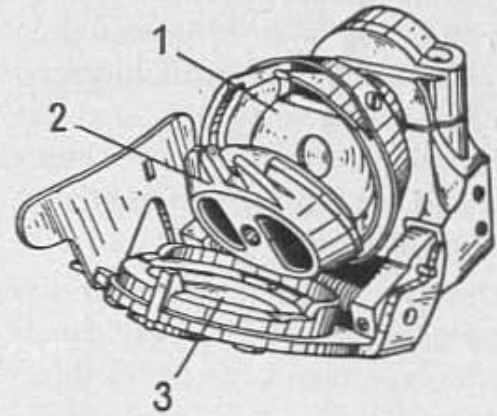

Abb. 8 Der frei umlaufende Greifer mit Brille
- a) Greifer mit Brille (Brillengreifer). Bei ihnen wird die Spulenkapsel lose in den Greifer gestellt und durch eine Haltevorrichtung (Brille genannt) gegen Herausfallen gesichert (Abb. 8).